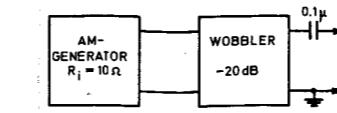

Fig. 15.
**Signal:**  $U_{in} = 100\mu V$  via wobbler/S.K.A. (fig. 15/16) tilført (applied) M14.
**Signal:**  $U_{in} = 200 mV$  via wobbler/S.K.A. (fig. 15/16) tilført (applied) M14.